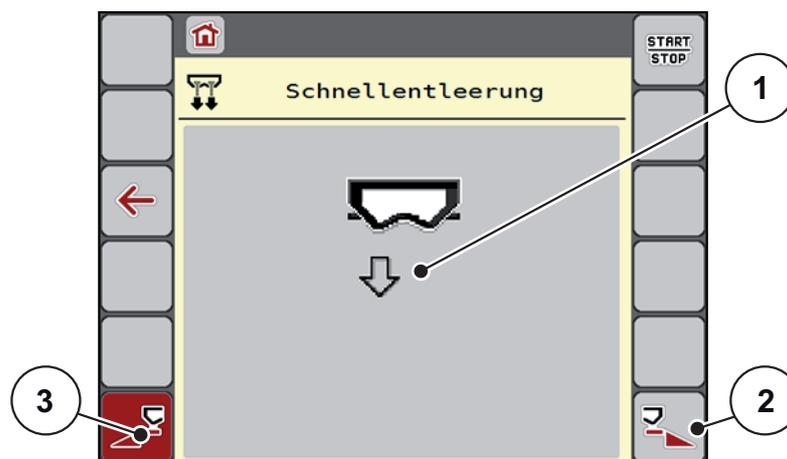

Bild 4.11: Menü Schnellentleerung
- ▷ Das Display zeigt die gewählte Teilbreite als Symbol (Bild 4.11, Position [2]).